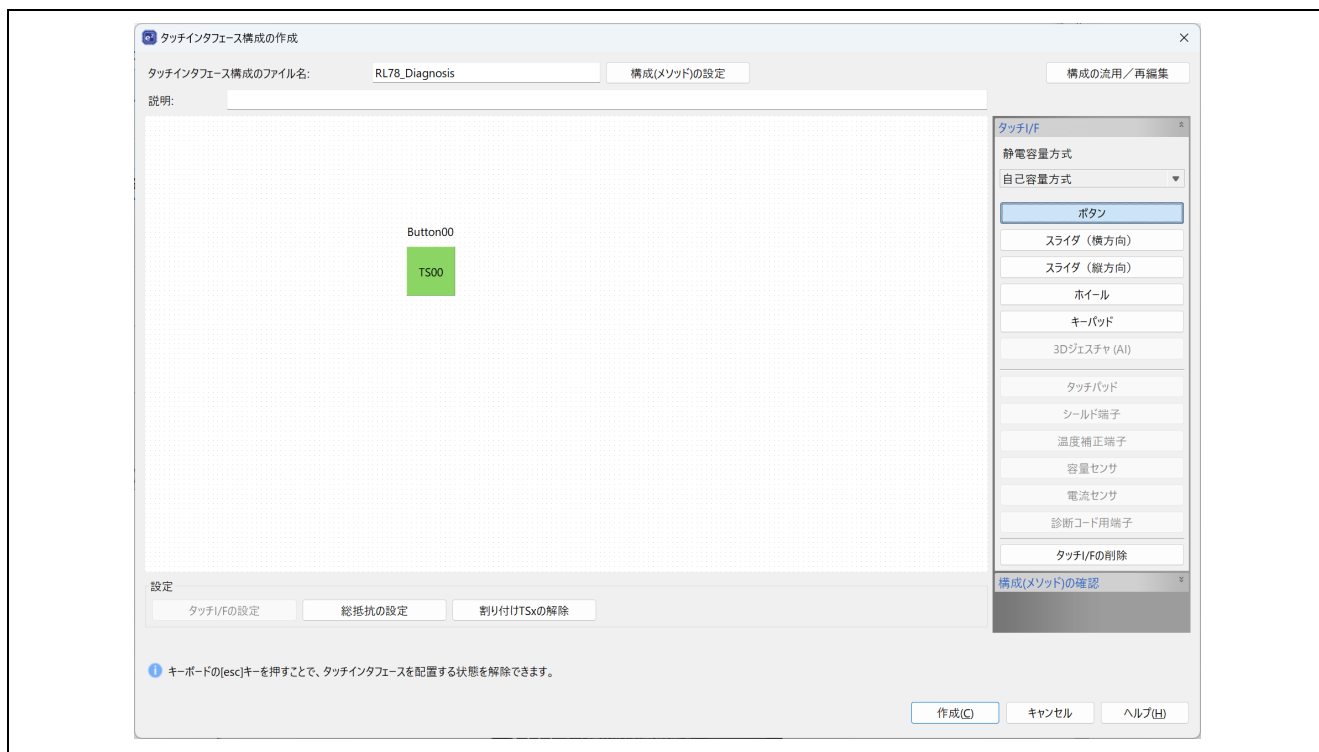

図 6-22 タッチインタフェースの設定で TS 端子を設定 (RL78)
11. 図 6-22 に示す通り、CTSU の計測に使用する電極の設定をしてください。このとき、診断コード用端子の設定は不要です。